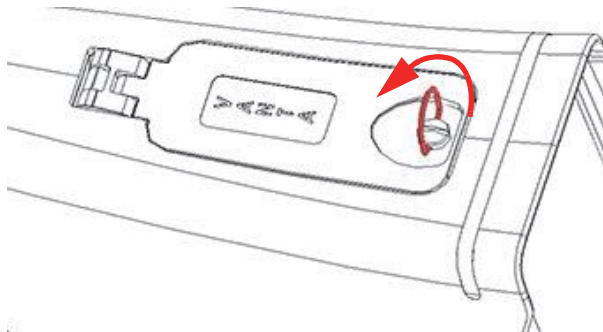

图 3-1 解锁盖子
1. 提起盖上的环，逆时针转动这个环，直到盖子松动（参见第58页的图 3-1）。